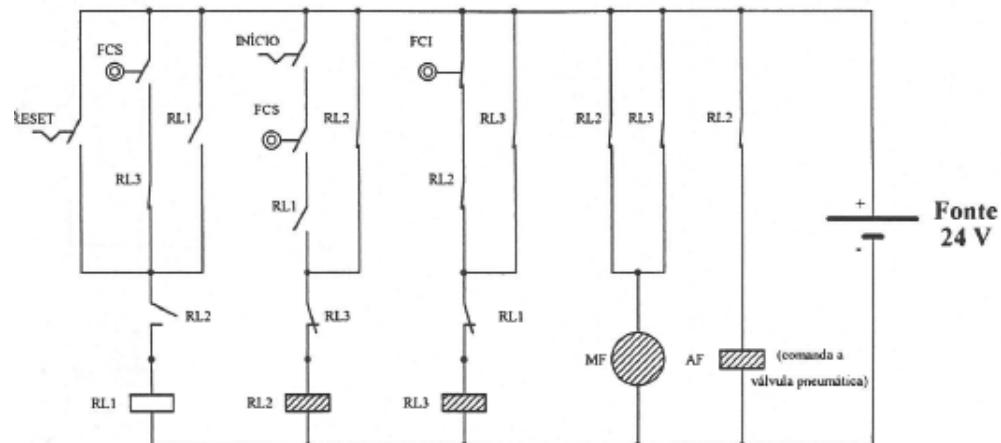

Figura 18: FCI atingido, provocando o acionamento do Relé 3.
Observe também que, ao ser acionado o Relé 2, o *Motor da Furadeira* (MF) e o comando eletro-pneumático *Avanço da Furadeira* (AF) são acionados, resultando no desligamento da chave FCS. O avanço prossegue até se atingir o *Fim de Curso Inferior* (FCI), o qual, quando pressionado pelo carro da furadeira, aciona o Relé 3, como mostrado na figura 18, na página 12-13.